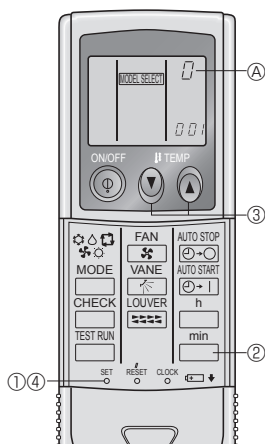

Fig. 6-4
4) Assegnazione di un comando a distanza a ciascuna sezione interna (Fig. 6-4)